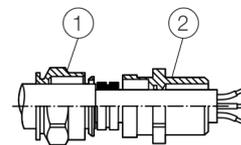

Figure 2: Serrer le presse-étoupe
La classe de protection IP66 / 67 n'est atteinte qu'en installant la bague d'étanchéité noire entre les presse-étoupes et le boîtier et en respectant un couple de serrage de 3,6 Nm (**Figure 2**, pos. ②).
5. Serrer le presse-étoupe de façon à appliquer fermement la bague d'étanchéité autour du câble (**Figure 2**, pos. ①). Serrer sur le boîtier à un couple inférieur à 1,5 fois le couple de serrage indiqué (voir les instructions de montage du presse-étoupe) !